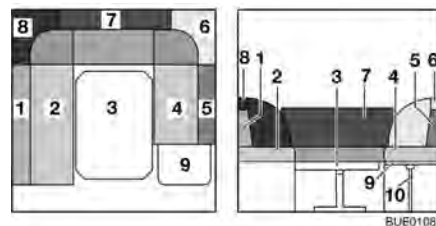

Fig. 90 Durante la transformación
- Introducir el apoyo (Fig. 90,10) en el alojamiento en la prolongación del armazón de la cama.
- Quitar los cojines del respaldo (Fig. 90,1, 5, 6, 7 y 8) y ponerlos a un lado.